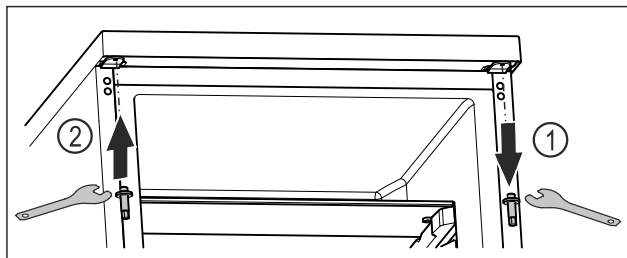

Fig. 15
- Dévisser l'axe supérieur avec une clé mâle coudée pour vis à six pans creux. Fig. 15 (1)
- Serrer l'axe du côté opposé avec une clé mâle coudée pour vis à six pans creux. Fig. 15 (2)